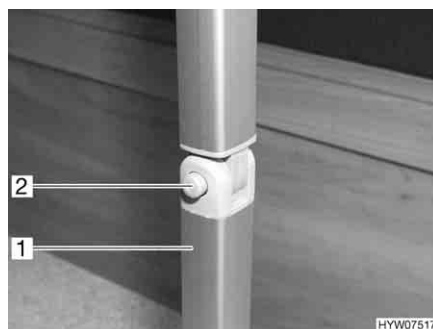

Fig. 28 Supporto snodabile tavolo sospeso
- Premere il bottone di sbloccaggio (Fig. 28,2) e mantenerlo premuto.
- Ribaltare di 90° all'indietro la parte inferiore del piede del tavolo (Fig. 28,1). Il bottone di sbloccaggio scatta di nuovo all'infuori.